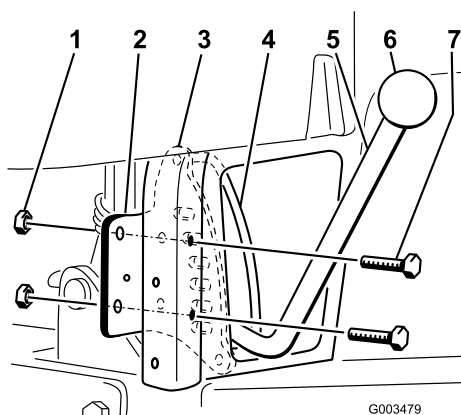

Figure 3
5. Insérez la plaque de verrouillage sur le levier de relevage de scarificateur. La poignée doit passer entre la plaque de verrouillage et le guide de poignée (Figure 3).
6. Fixez la plaque de verrouillage au dos du tube vertical arrière droit de châssis avec 2 boulons (5/16 x 2-1/2") et 2 contre-écrous (5/16 pouce), comme illustré à la Figure 3. (Enlevez à l'étape 1, procédure 3.)
7. Vissez le pommeau sur le levier de relevage (Figure 3).